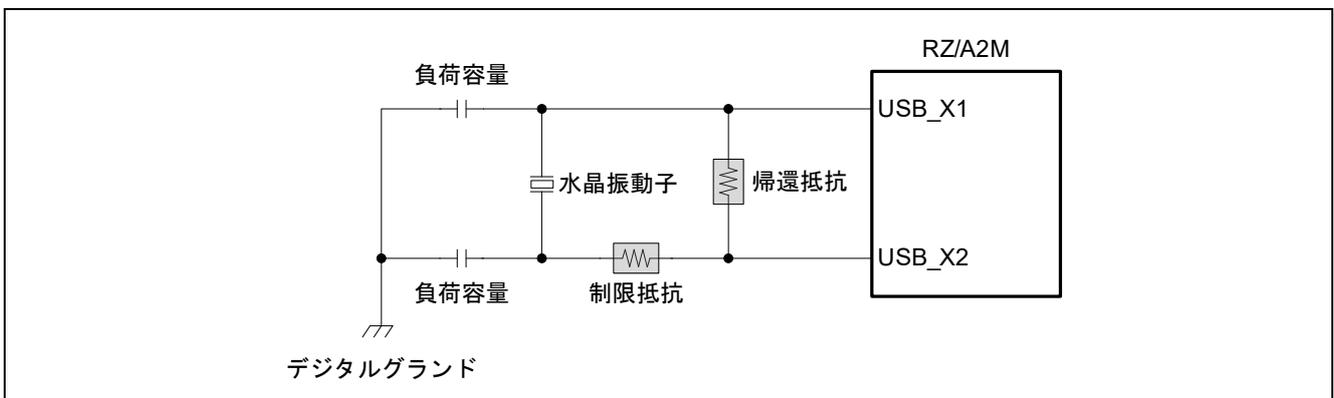
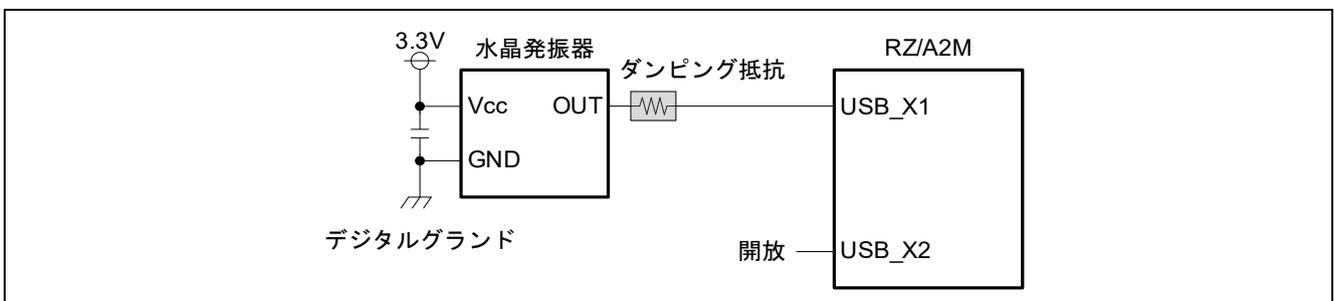

図 4.1 水晶振動子接続例
図 4.2 発振器接続例
- 水晶振動子を使用する場合は、水晶振動子メーカー^{*1}と相談の上、回路定数を決定してください。図 4.1 に水晶振動子の接続例を、図 4.2 に発振器の接続例を示します。